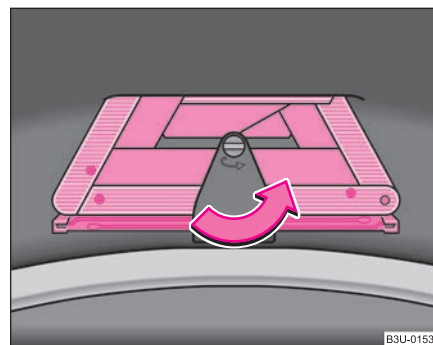

Fig. 188 Triunghi de avertizare în capatul portbagajului
- Pentru scoaterea triunghiului de avertizare rotiți încuietorea în sensul indicat de săgeată ⇒ fig. 188 și rabateți suportul în jos. ■